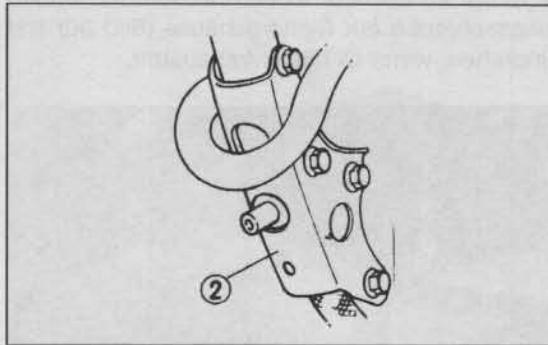

Bild 25
- Motorrad auf Ständer stellen und geeignete Auffanggefäße unterschieben, Ölablass-Schraube am Motor SW 19 (Bild 24) und am Rahmenfrontrohr (Öltank, Bild 25) ausdrehen.